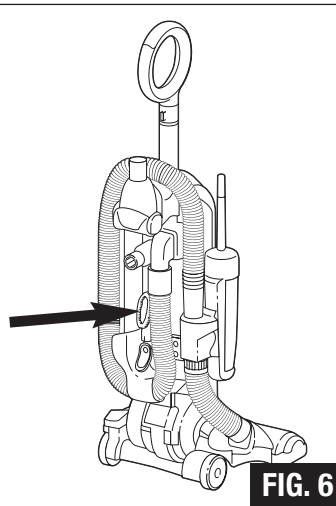

FIG. 6
Step 9: Store the dusting brush on its holder (FIG. 6).
Étape 9 : Rangez la brosse à épousseter sur son support (FIG. 6).
Paso 9: Guarde el cepillo para polvo en su portacepillo (FIG. 6).